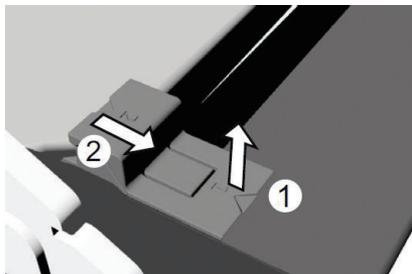

FIGURE 13
**Pour démonter la vitre**, tirez chaque support vers le haut (1) puis, poussez-le vers l'avant (2) (voir figure 13).